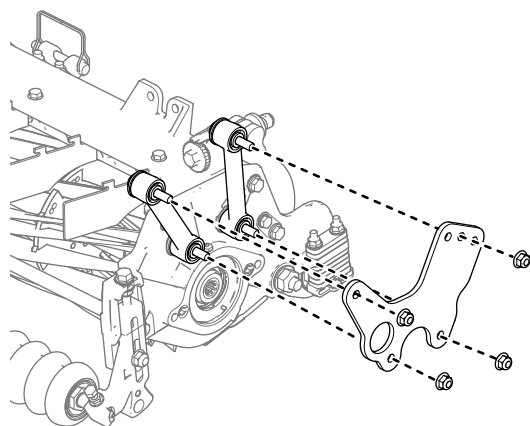

Figura 22
2. Inserite la piastra fissa sui bulloni e fissatela con i dadi rimossi in precedenza. (Figura 22).